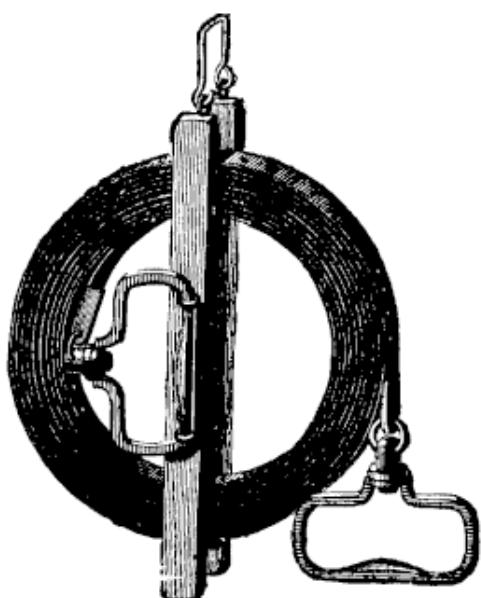

Fig. 16
16. Décamètre ou Mesure à ruban acier , de 20 millimètres de largeur, percé tous les décimètres, avec chiffres découpés tous les mètres, à poignées articulées, avec bois et fiches. Modèle de la Ville de Paris (fig. 16). De 10 mètres	15 "